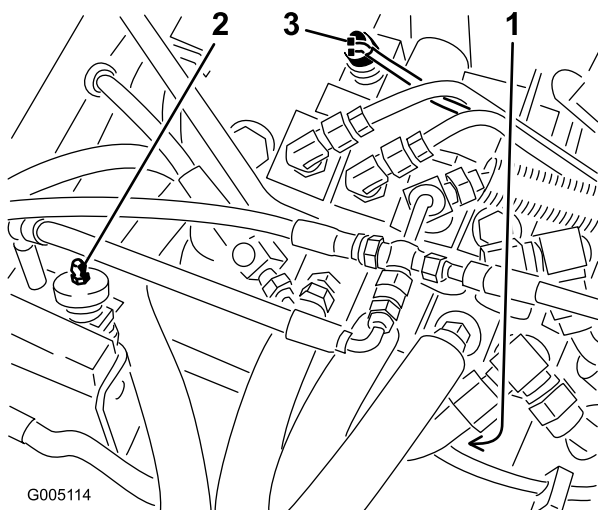

Figura 39
2. Retire a cobertura da extremidade do botão do interruptor do banco (Figura 39) e guarde-a para instalação no interruptor de substituição. Desligue as fichas dos interruptores.
2. Desligue as fichas dos interruptores do interruptor de tracção instaladas no acoplamento das válvulas na secção das válvulas selectoras (Figura 39).
2. Desligue as fichas dos interruptores da extremidade do interruptor de corte/elevação instalado no acoplamento das válvulas(Figura 39).